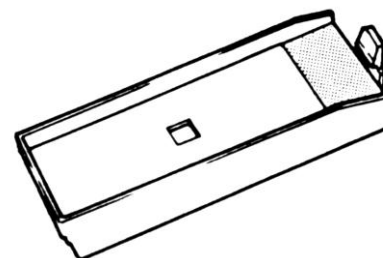

Figura 3-3
2. Collocare una nuova carta da filtro (2) sul vetrino. Vedere Figura 3-3.